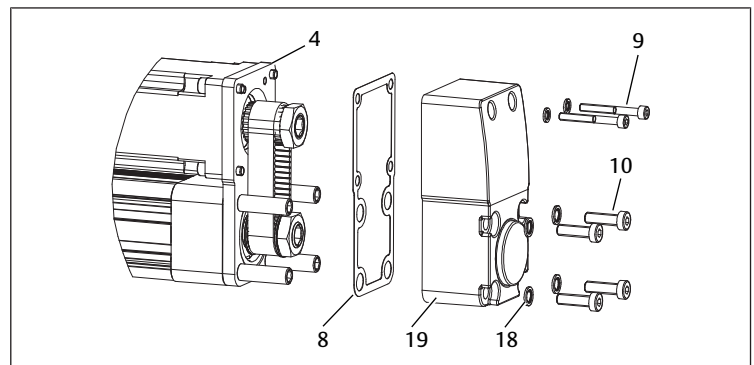

Bild 18: Montering av växellock
- Placera en platt tätning (8) mellan växellock (19) och mellanplatta (4).
- Skjut tättningsbrickorna (18) över skruvarna för infälld gängbusning (9/10).
- Sätt fast växellocket. Se → Bild 18.